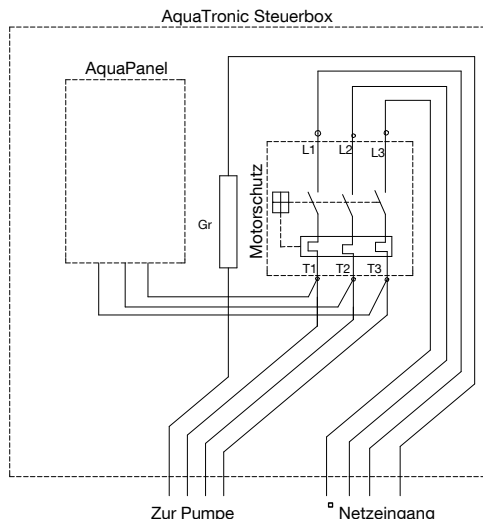

Abbildung 1. Anschlussdiagramm AquaTronic Steuerbox
2. Wenn die Pumpe nicht angeschlossen ist, öffnen Sie den Deckel der Bedientafel, stellen Sie sicher, dass die Stromversorgung unterbrochen ist und schließen Sie das Pumpenkabel gemäß dem Anschlussdiagramm an. (Abb. 1)